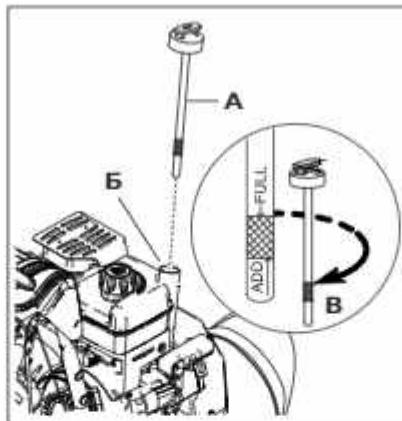

Рис. 18
3. Извлеките масляный щуп (рис. 18, поз. А). Используйте чистую ткань, чтобы удалить масло с щупа.
4. Вставьте масляный щуп и проверьте уровень масла. Убедитесь, что уровень масла находится на верхней отметке индикатора ЗАПОЛНЕНИЯ (рис. 18, поз. В).
5. Если уровень масла находится ниже отметки индикатора ЗАПОЛНЕНИЯ, то аккуратно влейте масло в маслоналивную горловину двигателя (рис. 18, поз. Б). НЕ добавляйте слишком много масла в маслоналивную горловину.